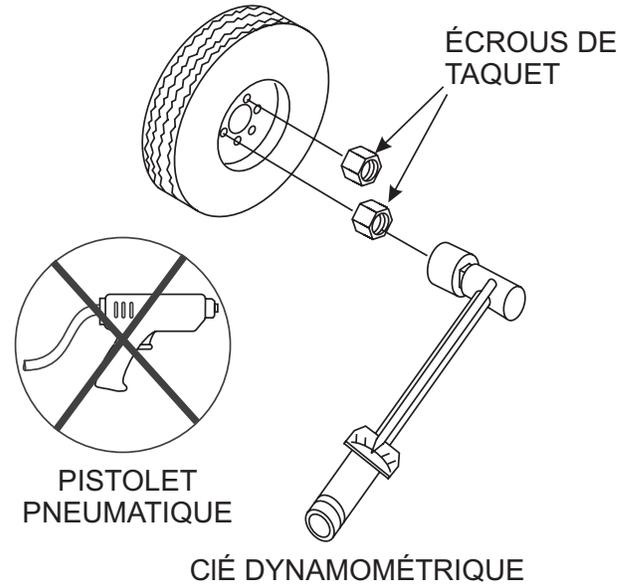

Figure 44. Séquence de Serrage des Écrous de Taquet de La Roue
2. Serrez par séquence tous les écrous de taquet (voir figure 44). **NE** serrez **PAS** tout le temps les écrous du taquet vers le bas. Serrez en 3 phases chaque écrou du taquet comme indiqué au tableau 15.